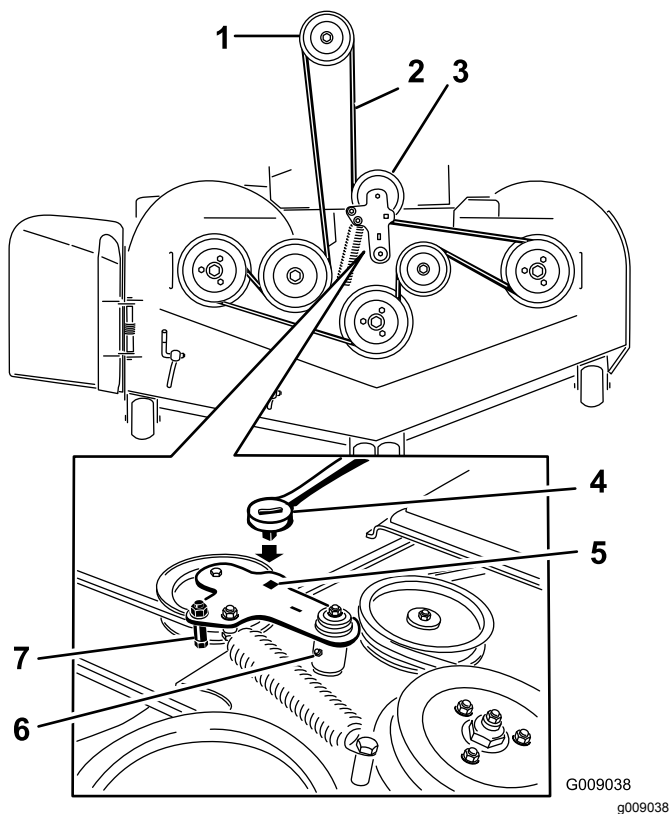

Figura 84
5. Utilice una llave de carraca en el taladro cuadrado del brazo tensor para aliviar la tensión del muelle tensor (Figura 84).
7. Instale la guía de la correa en el brazo tensor tensado con muelle (Figura 84).
9. Pase la correa nueva alrededor de las poleas del cortacésped y de la polea del embrague, debajo del motor (Figura 84).
10. Instale la guía de la correa en el brazo tensor (Figura 84).
11. Utilizando la llave de carraca en el taladro cuadrado, instale el muelle tensor (Figura 84).